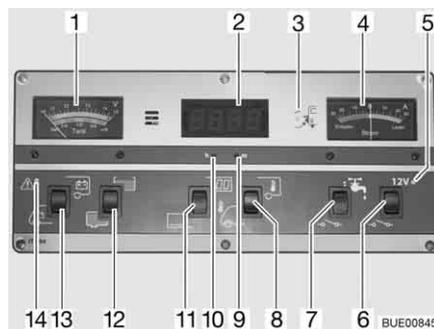

Fig. 152 Panel IT 994
Observar la escala superior del instrumento indicador V/depósito (Fig. 152,1). El instrumento indicador se ilumina automáticamente al accionar el interruptor.
- Pulsar el interruptor basculante (Fig. 152,13) por abajo: Indica la tensión de la batería del motor de arranque.
- Pulsar el interruptor basculante (Fig. 152,13) por arriba: Indica la tensión de la batería del habitáculo.
Observar la escala inferior del instrumento indicador V/depósito (Fig. 152,1). El instrumento indicador se ilumina automáticamente al accionar el interruptor.
- Pulsar el interruptor basculante (Fig. 152,12) por arriba: Indica la cantidad de agua.
- Pulsar el interruptor basculante (Fig. 152,12) por abajo: Indica la cantidad de aguas residuales.
La luz roja de ALARMA (Fig. 152,14) parpadea en cuanto la tensión de la batería del habitáculo baja de 11 V (medición durante el servicio) y hay peligro de descarga completa.
*Conectar:* ■ Pulsar el interruptor basculante (Fig. 152,11) por arriba: El indicador del reloj digital está conectado. El indicador de temperatura está listo para funcionar.
*Desconectar:* ■ Pulsar el interruptor basculante (Fig. 152,11) por abajo: El indicador del reloj digital y el indicador de temperatura están desconectados.
*Ajustar:* ■ Con ayuda de un objeto delgado, p. ej. una mina de bolígrafo, hacer presión en el orificio para horas (Fig. 152,10) hasta obtener la hora deseada.
■ Con ayuda de un objeto delgado, p. ej. una mina de bolígrafo, hacer presión en el orificio para minutos (Fig. 152,9) hasta obtener los minutos deseados.
*Indicar:* ■ Pulsar el interruptor basculante (Fig. 152,8) por arriba: Indica la temperatura interior.
■ Pulsar el interruptor basculante (Fig. 152,8) por abajo: Indica la temperatura exterior.
El instrumento indicador (Fig. 152,4) indica constantemente la corriente actual suministrada por la batería. El instrumento indicador se ilumina automáticamente al accionar el interruptor.
El interruptor principal de 12 V (Fig. 152,6) conecta y desconecta el panel y la alimentación de 12 V del habitáculo.
**Conectar:** ■ Pulsar el interruptor basculante (Fig. 152,6) por arriba: La alimentación de 12 V del habitáculo está conectada. La luz de control (Fig. 152,5) se enciende de color verde.
**Desconectar:** ■ Pulsar el interruptor basculante (Fig. 152,6) por abajo: La alimentación de 12 V del habitáculo está desconectada. La luz de control (Fig. 152,5) se apaga.
Se enciende la luz de control de 12 V (Fig. 152,5) cuando se conecta el interruptor principal de 12 V (Fig. 152,6).
Se enciende la luz de control de 230 V (Fig. 152,3) amarilla cuando hay tensión de red en la entrada del bloque eléctrico.
*Conectar:* ■ Pulsar el interruptor basculante (Fig. 152,7) por arriba: El suministro de agua está conectado.
*Desconectar:* ■ Pulsar el interruptor basculante (Fig. 152,7) por abajo: El suministro de agua está desconectado.